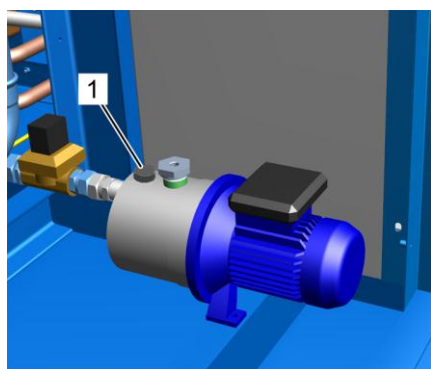

Рис. 34: Водяной насос
8. Удалите пробку для выпуска воздуха на водяном насосе (Рис. 34/1), заполните насос водой и снова закройте пробку для выпуска воздуха.